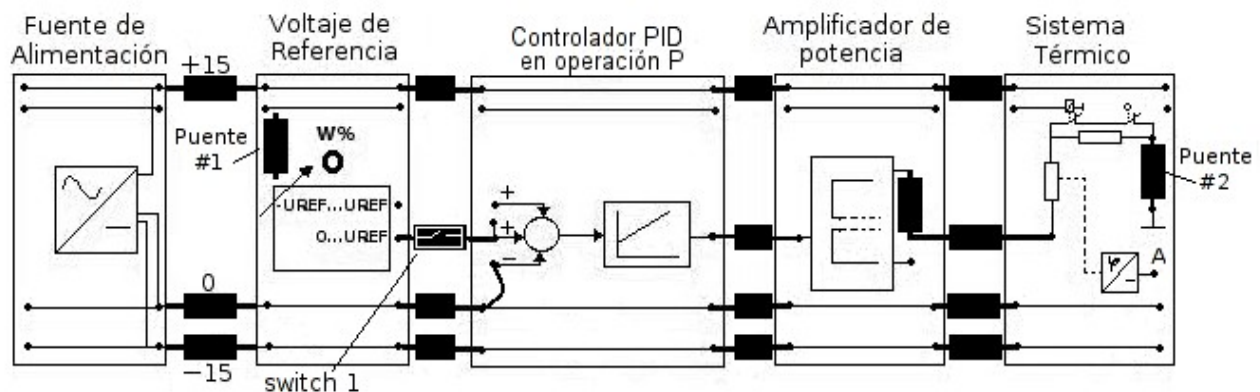

Figura 2.3. Sistema Térmico de lazo abierto.
1. Para esta parte armará el sistema que se muestra en la Figura 2.3 y para adquirir las gráficas utilizará el PicoScope, revise que los materiales y equipos indicados se encuentren ya colocados en su puesto de trabajo. En caso contrario, informe de ello al docente de laboratorio.
2. Una vez armado el sistema reduzca al mínimo las perillas tanto del voltaje de referencia (Set point Value) como las del controlador, si está ocupando un módulo de controlador PID, debe dejar solamente la operación P, para ello coloque los interruptores de la parte superior (AB(D) y AB(I)) hacia arriba, no olvide conectar el puente #1, puente #2 y switch 1 indicados en la figura.
4. Encienda la fuente de alimentación y quite el puente #2 (Ver Figura 2.3) para evitar que le llegue energía al sistema en lo que se está ajustando.
7. Conecte el canal A del PicoScope a la entrada positiva del punto suma (que es la misma donde está conectado el switch 1) y el canal B a la salida del "transductor temperatura/voltaje" (punto etiquetado como A en la Figura 2.3). No olvide conectar el terminal de tierra de una de las puntas a 0V en el sistema y si está utilizando puntas con atenuación colocar el selector de estas en 1X.